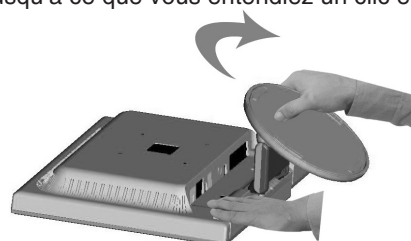

Figure 2
2. Tirez sur le support tout en maintenant le moniteur avec l'autre main, jusqu'à ce que vous entendiez un clic en provenance du support (**Figure 2**).